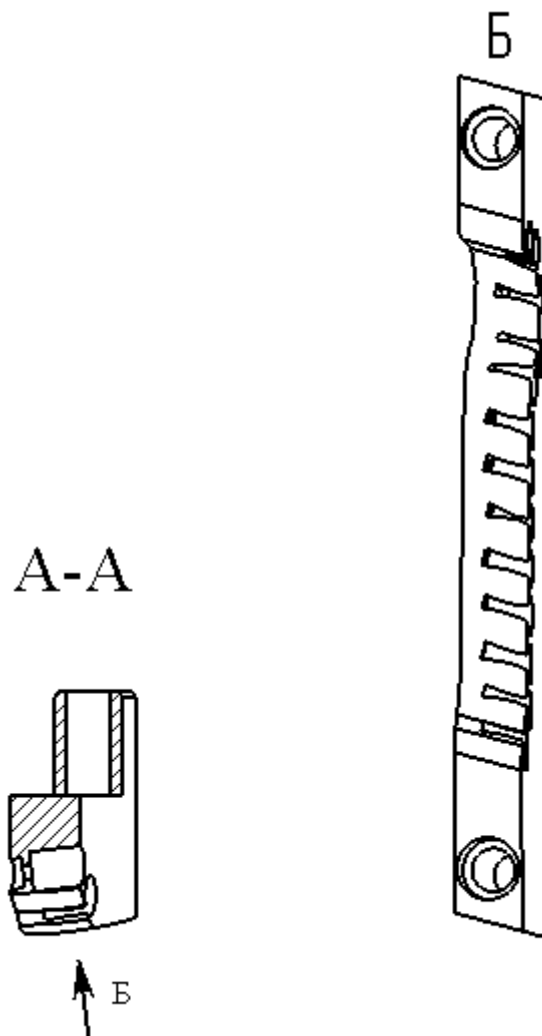

Рис. 15
- В графической области на разрезе А-А - виде, относительно которого вы хотите выровнять **Чертежный вид 7** (вид **В**). Исходные точки разреза А-А и вида **В** теперь находятся на одной горизонтали. В графической области нажмите на разрезе А-А - виде, относительно которого вы хотите выровнять **Чертежный вид 7** (вид **В**). Исходные точки разреза А-А и вида **В** теперь находятся на одной горизонтали (рис. 15).